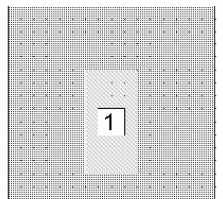

Рис. 4.69
10. Щёлкните мышкой по значку **Via Port** на панели инструментов. Поместите курсор в нижней части первого резонатора, нажмите левую кнопку мышки, переместите курсор на 0.2 вправо и на 0.4 вниз, отпустите кнопку. Должна образоваться прямоугольная перемычка (рис. 4.69), которая будет выделена.